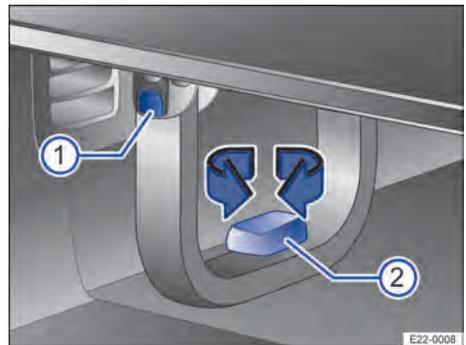

Fig. 136 Na base do MultiFlex: comandos.
1. Remover o botão → Fig. 136 ② em ambas as bases do MultiFlex no sentido anti-horário.
4. *MultiFlex estreito*: pressionar o botão → Fig. 136 ① para destravar em ambas as ba-
2. *MultiFlex estreito*: pressionar o botão → Fig. 136 ① para destravar em ambas as bases e rebater as bases para fora.
4. Inserir o botão → Fig. 136 ② em ambas as bases do MultiFlex no sentido horário.